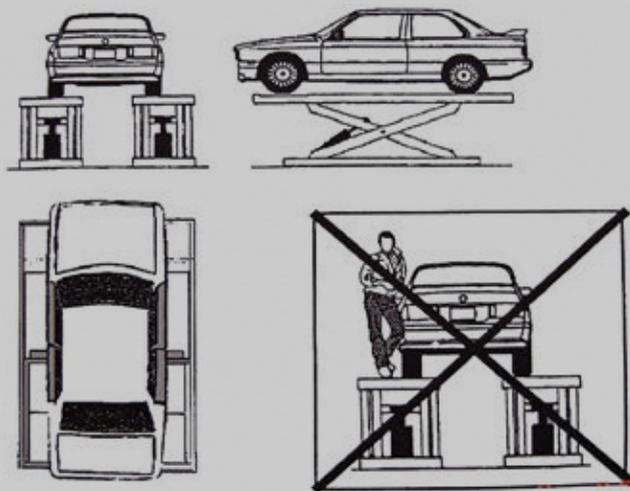

Abbildung 8
- Vergewissern Sie sich, dass das Fahrzeug richtig positioniert ist. (Abbildung 8)